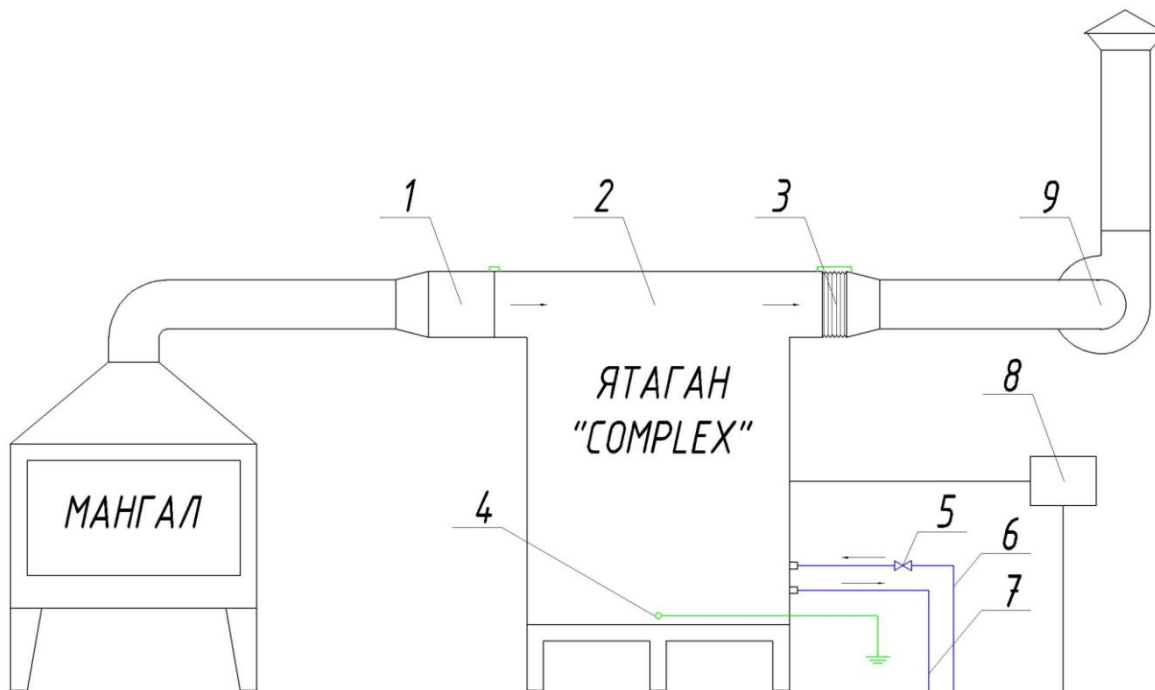
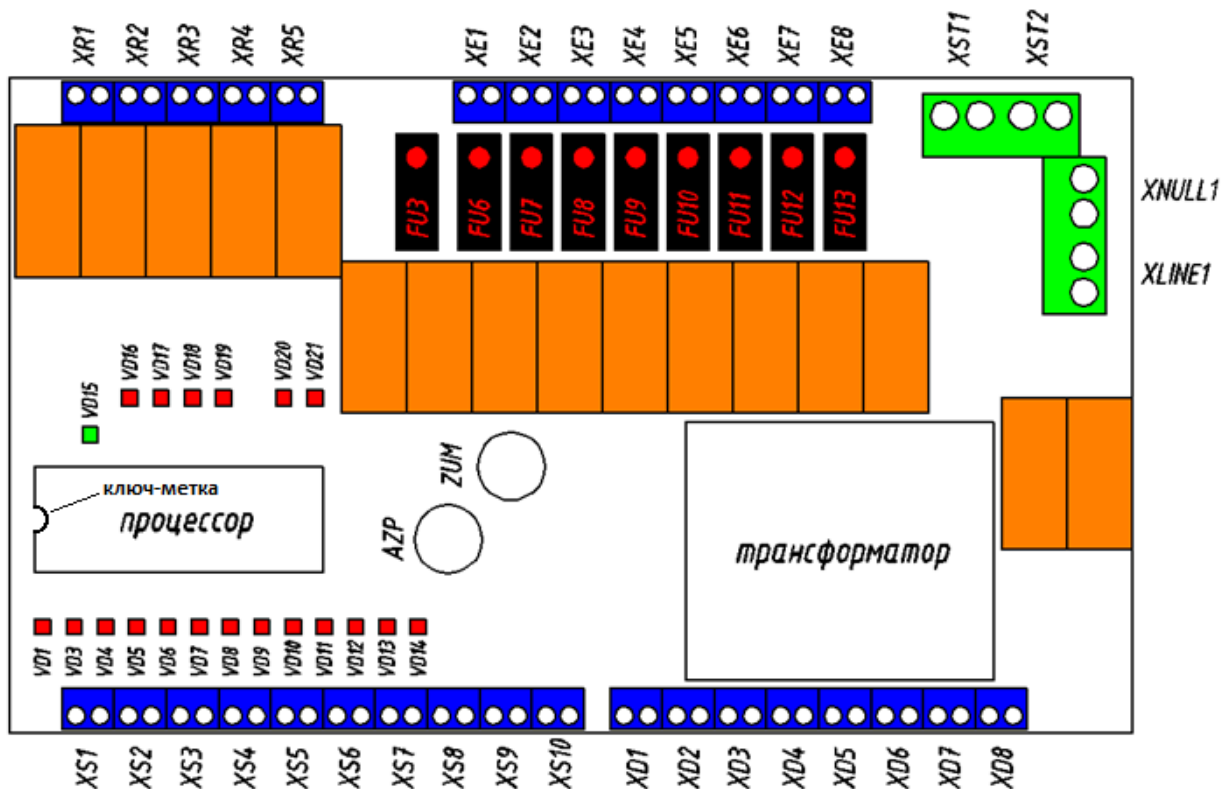

Рис. 2. Общая схема подключения "Ятаган "Complex"
Рис. 9. Контрольная плата "Ятаган "Complex"
- б. Соединение с воздуховодом на выходе из Газоконвертора осуществить через гибкую вставку (Рис. 2, поз. 3)
- а. Щит Силовой (Рис. 2, поз. 8) разместить на расстоянии не более 1 метра от установки, с учетом требований соответствующих нормативных документов и класса помещения по взрывобезопасности.
- g. Длина трубы слива (Рис. 2, поз. 7) от установки до канализации не должна превышать 3,0 м
- h. Кран подачи сетевой воды (Рис. 2, поз. 5) должен находиться не далее 1 м от установки и быть в зоне прямой видимости
- i. Кран подачи сетевой воды (Рис. 2, поз. 5) должен иметь рычаг открывания 90° и снабжён указателем на стене «ОТКРЫТО-ЗАКРЫТО».
3. К силовому щиту (Рис. 2, поз. 8) должно быть подведено электропитание по «постоянной» схеме.
6. Заземление производить от общего контура заземления цеха (помещения) к главному болту заземления на корпусе установки «Ятаган», обозначенного надписью «Главный болт заземления» (Рис. 2, поз. 4)
6. Подключить силовой кабель от ЩС (Рис. 2, поз. 8) к клеммам XNULL1 (нейтраль) и XLINE1 (линия) на контрольной плате (Рис. 9) в Блоке Управления.